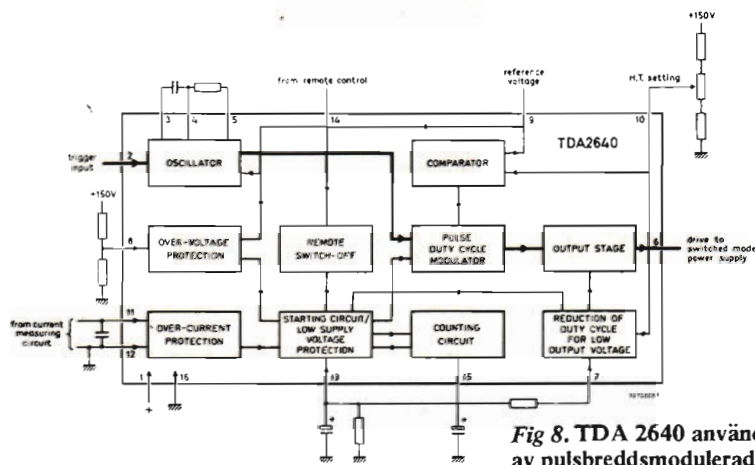

Fig 8. TDA 2640 används för styrning av pulsbreddsmodulerade nätaggregat.
**TDA 2640** (se *fig 8*) är en styrkrets för nätdelar av switch-mode typ. Den innehåller en oscillator i millerintegratorkoppling, som kan triggas med linjepulser eller vara frisvängande. Utsignalen pulsbreddsmoduleras i en modulator, vil-